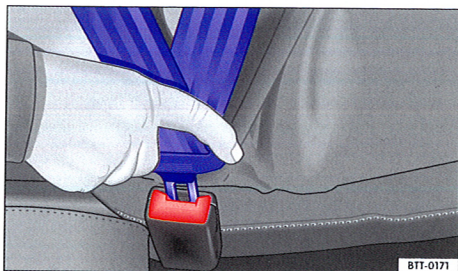

Fig. 65 Introducerea clemei de fixare în catarama centurii de siguranță.
- Introduceți ferm clema de fixare în catarama centurii de siguranță aferentă locului respectiv ⇒ fig. 65.